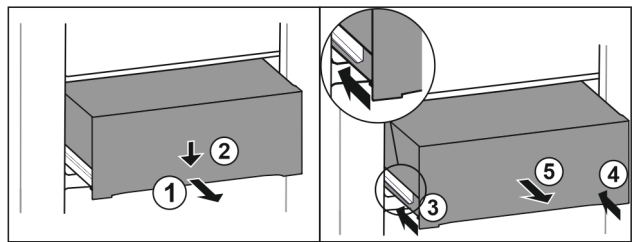

Fig. 158
- ▶ Вытяните выдвижной ящик наполовину. Fig. 158 (1)
- ▶ Вдавите выдвижной ящик в передней части вниз. Fig. 158 (2)
- ▶ Задвиньте левую направляющую прим. на 2 см. Fig. 158 (3)
- ▶ Задвиньте правую направляющую прим. на 2 см. Fig. 158 (4)
- ▶ Извлеките выдвижной ящик движением вперед. Fig. 158 (5)